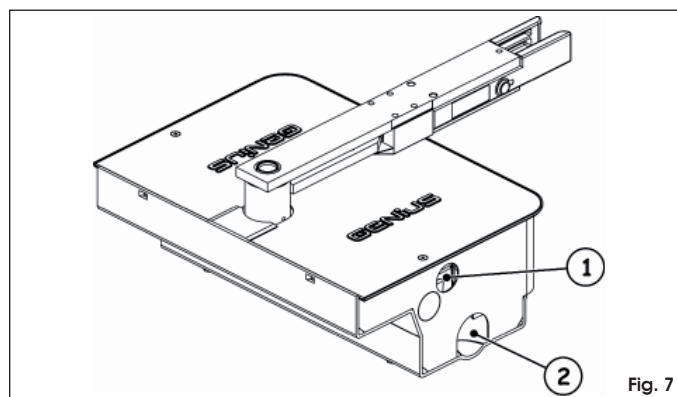

Fig. 7
6. Leg een pvc-buis met een doorsnede van 35 mm aan, voor de 4-polige elektriciteitskabel, tot aan de elektronische bedieningsapparatuur (Fig. 7 ref. ①). Daarnaast wordt aangeraden een draineerbuis voor regenwater aan te leggen tot aan het dichtstbijzijnde afvoerkanaal (Fig. 7 rif. ②).